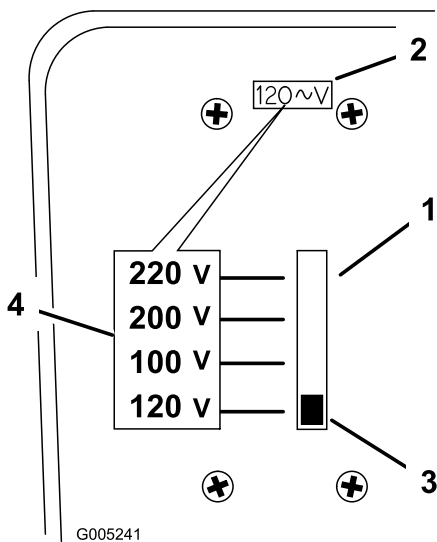

Figura 7
1. Coloque o selector de tensão na retaguarda do carregador (Figura 7).
2. Ajuste a tensão orientando o manípulo do selector de tensão para cima ou para baixo até aos valores pretendidos(Figura 7).